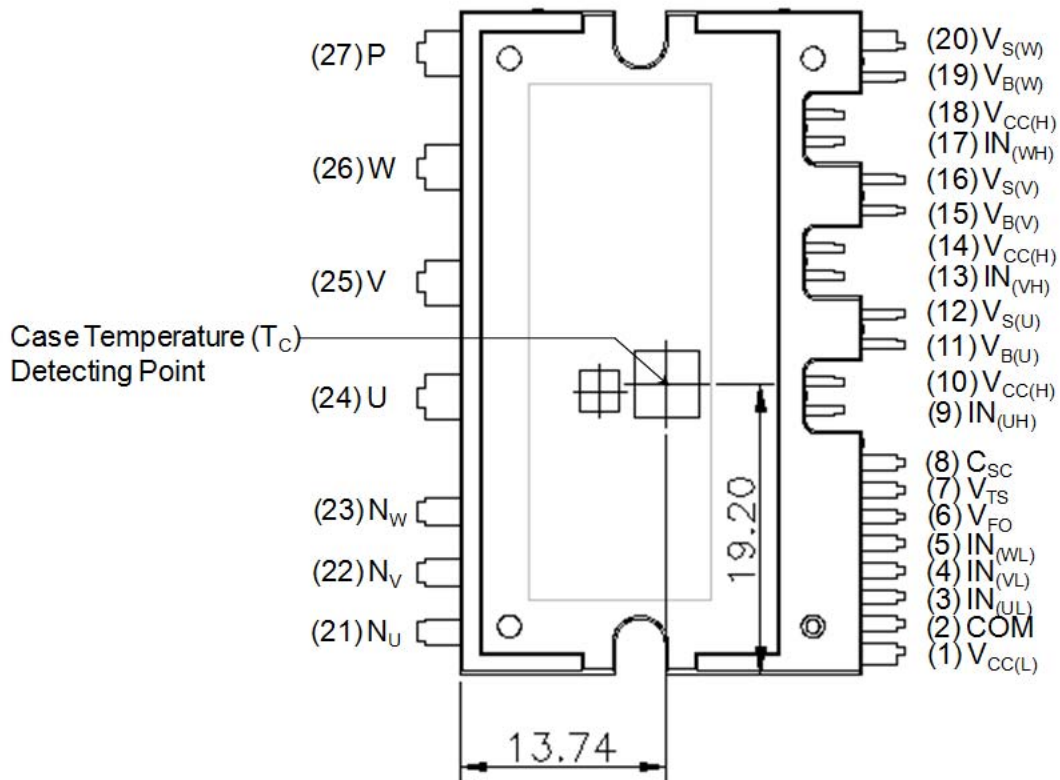

图 2. 俯视图
| T_C | 模块壳体工作温度 | 见图 2 | -40 ~ 125 | $^\circ\text{C}$ |
5. 关于壳体温度 (T_C) 的测量点, 请参阅图 2。